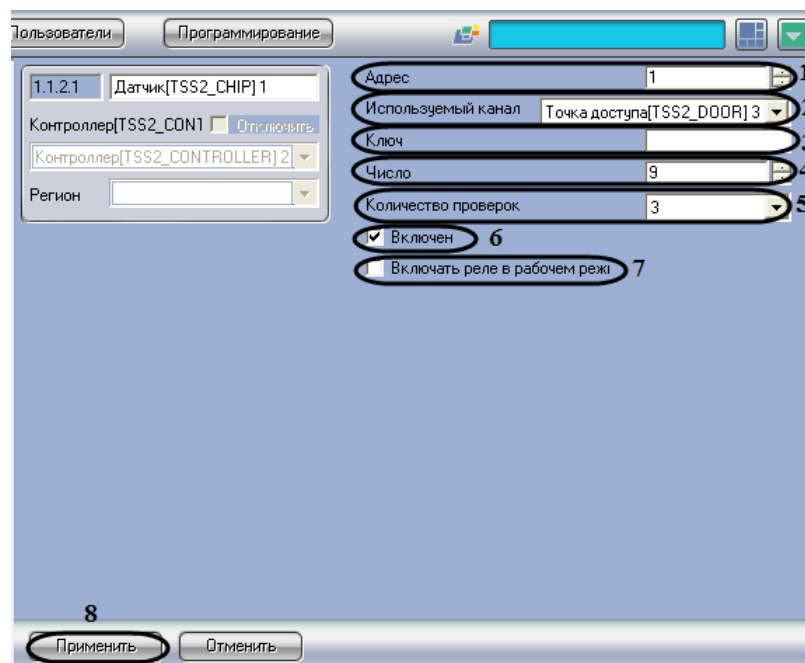

Рис. 3.6—2 Панель настроек объекта Датчик
2. В поле **Адрес** необходимо с помощью кнопок **вверх-вниз** ввести свободный адрес датчика в диапазоне от 1 до 8 (см. Рис. 3.6—2, 1).
3. Из раскрывающегося списка **Используемый канал** выбрать канал, соответствующей точке доступа (см. Рис. 3.6—2, 2).
4. В поле **Ключ** ввести ключ используемого чипа (см. Рис. 3.6—2, 3).